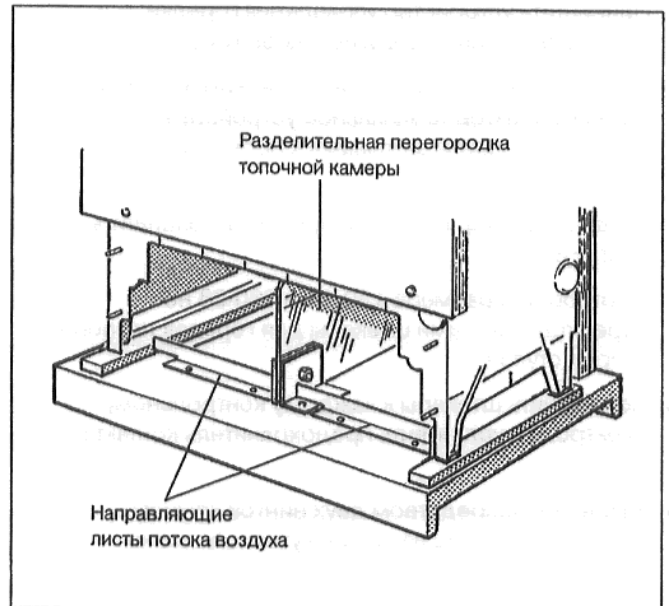

Рис. 22
- Вставить разделительную перегородку топочной камеры горизонтально в топочную камеру, откинуть вверх и привинтить справа спереди двумя болтами к поддону (Рис. 22).
- Привинтить оба направляющих листа потока воздуха, имеющие форму уголка, спереди к поддону, используя по два болта (Рис. 22).